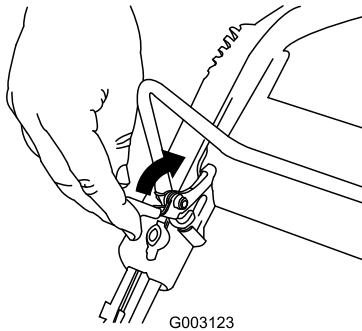

Figura 17
1. Tirate indietro il dispositivo di bloccaggio della barra di comando (Figura 17).